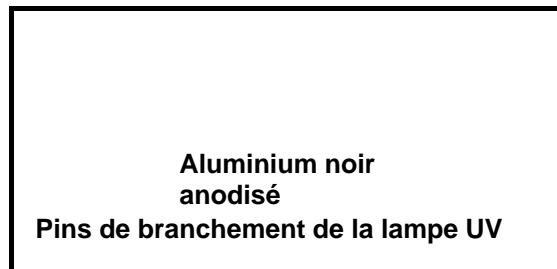

Figure 16 - Lampe UV système « Plug-in »
4. (Voir figure 16 - lampe "Plug in"). Saisir l'embase de la lampe, avec les deux index, dans l'espace entre l'alimentation lampe et l'embase du réflecteur brillant. Extraire la lampe vers le réflecteur jusqu'à ce que celle-ci soit libérée de sa douille. Saisir le verre de la lampe à son extrémité et la retirer de son logement.